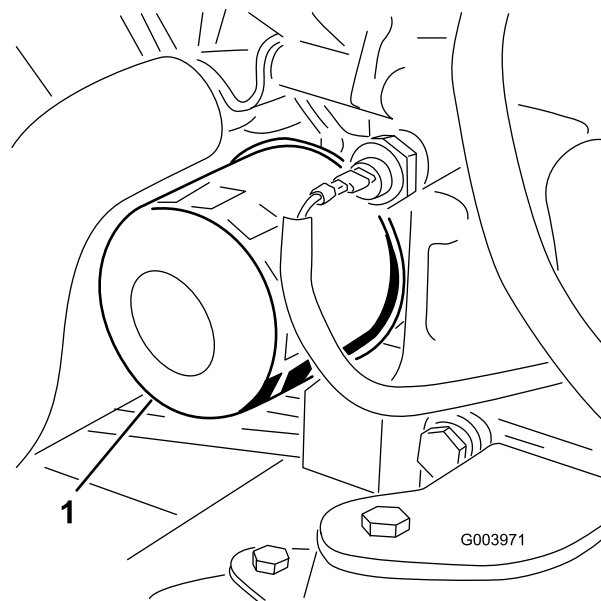

Figure 55
- Déposez le filtre à huile (Figure 55).